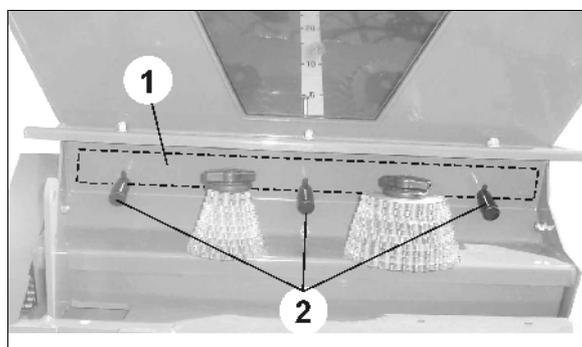

Fig. 40
4. Desserrer les vis (Fig. 40/2), pousser la trappe de fermeture vers le haut pour l'ouvrir ; resserrer les vis.